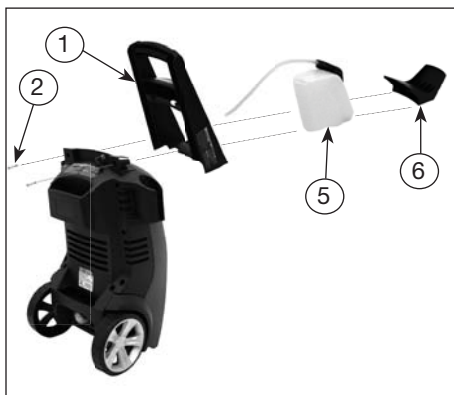

Figura 8 - Sólo PW1825
1. Deslice el mango (1) en la unidad (ver la figura 8).
3. Deslice el gancho de la manguera (6) en el frente de lavadora a presión.
5. Deslice el tanque de jabón (5) en el mango.